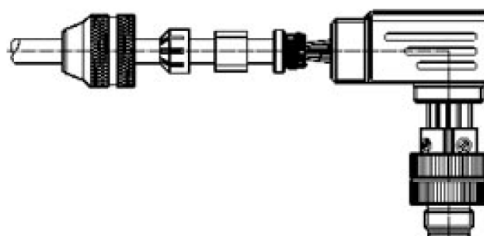

Рисунок 82
- собрать соединитель и выполнить затяжку накатанной гайки M12 с моментом затяжки 0,4 Нм, контргайку с соединительной втулкой затянуть с моментом 0,8Нм...1Нм с помощью динамометрической отвертки TDS-M 1,2NM – 1212224, адаптерного модуля TDS-M SAC-BIT ADAPTER-1212600 и инструмента SACC BIT M12-D20-1208445. Допускается затягивать контргайку и накатанную гайку от руки без применения динамометрических ключей, рисунок 82.